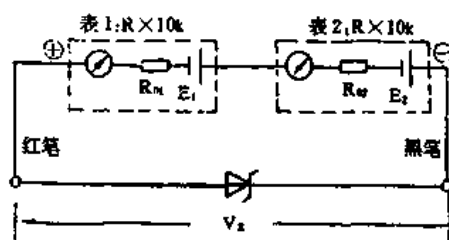

图 6-12 两个万用表测量  $9\text{V} < V_z < 18\text{V}$  稳压管的稳定电压
如果稳定电压  $V_z$  在 9~18V 之间,此时用一只万用表已不能满足需要,因它提供的电压不能使稳压管工作于反向击穿状态。对此可用两只万用串联起来测量,为方便测试计算,最好选用相同型号的万用表。如图 6-12 所示为测试电路。例如测试一只 2CW110 稳压管,选两只 500 型万用表,均置于  $R \times 10k$  档,观察表针指示位置,两表偏转格数相同,其中一只表的格数  $n' = 33$  格,因现在的电池总电压  $E_g = 2E = 18\text{V}$ ,所以电压比例系数  $k' = 0.18\text{V/格} \times 2 = 0.36\text{V/格}$ ,查表 6-2 由公式  $V_z = 0.18n'$  (V) 得:
(1) 外形区别。对于标记清楚的管子来说,要区别稳压管与普通二极管是比较容易的,一是看管子的名字(如或 2CW 或 2AP);二是看管子外壳标记符号“ $\nabla$ ”、“ $\nabla$ ”即可判断。但对于标记不清楚的管子就难以区别了。因仅靠外形观察,极易错误判断,如容易把 2CW7 稳压管看成是小功率二极管,把具有三只脚的 2DW7 型系列稳压管当成晶体三极管。
(2) 性能区别。稳压管与普通二极管的性能有着很大的差别:一是稳压管工作于反向击穿状态,而普通二极管则工作于正向运用状态;二是普通二极管的反向击穿电压一般在 40V 以上,有的高达几百伏、上千伏,并且从伏安特性曲线上看,其反向击穿的一段不陡峭,即是说反向击穿电压的范围比较大,其动态电阻也大。而对于稳压管,当其反向电压超过稳定电压  $V_z$  时,反向电流将突然增大,但稳压管两端的电压却基本保持不变,从伏安特性来看,反向击穿的一段很陡峭,动态电阻很小。
(3) 万用表测试判别。根据上述特点就可以用万用表测量加以区别。方法如下:
① 万用表拨至  $R \times 1k$  档,先判定被测管子(稳压管或普通二极管)的极性;再将万用表置于  $R \times 10k$  档,红表笔与管子正极相碰,黑表笔与管子负极相碰,此时给管子加的是反向电压,观察表头指示,如果电阻较小测为稳压管,电阻很大或无穷大的是二极管。若怀疑此管稳压值高时,可参考前面测试稳压管稳定电压的方法加以区别,即提高外加电源电压,直到使稳压管反向击穿为止,如用双表(万用表)法加以区别,参见图 6-12 电路。